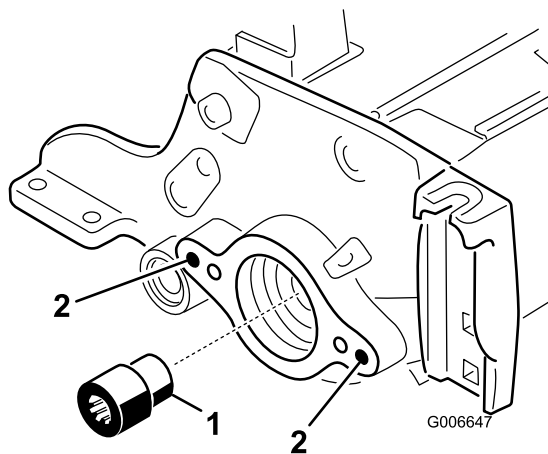

Figura 7
12. Usando la Herramienta para el eje del molinete, retire el inserto acanalado del extremo del motor del eje del molinete (Figura 7). Utilice la herramienta para el eje de transmisión del molinete, Pieza TOR4112, en los modelos 03665 y 03666, y la herramienta del eje de transmisión del molinete, Pieza TOR4074, en los modelos 03685 y 03686. Limpie toda la grasa del taladro roscado donde estaba el inserto acanalado.
13. Instale el inserto acanalado nuevo (más largo) en el eje del molinete (Figura 7). Aplique Loctite azul a la rosca del inserto antes de la instalación. Apriete a 116-129 N m.
15. Usando una terraja de 3/8-16, retire la pintura de los taladros de montaje exteriores de las chapas laterales derecha e izquierda (Figura 7).